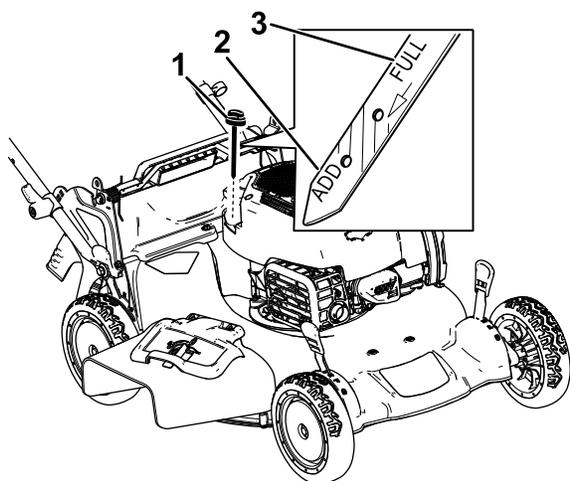

Рисунок 39
3. Выньте масломерный щуп, повернув крышку против часовой стрелки и вытянув ее (Рисунок 39).
10. Определите уровень масла по отметкам на щупе (Рисунок 39).